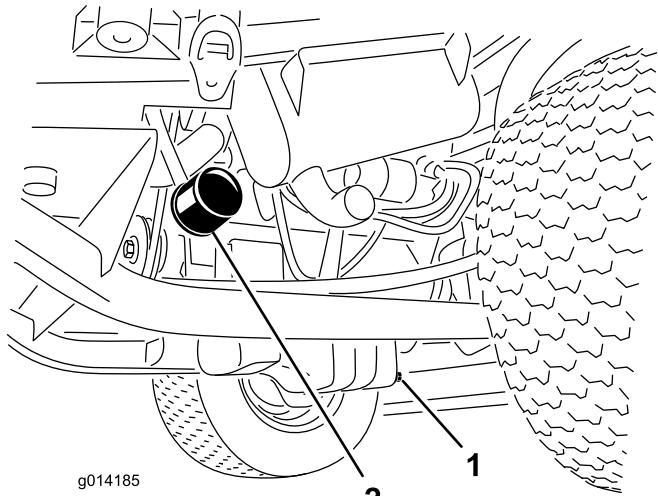

Figure 36
1. Retirez le bouchon de vidange (Figure 36) et laissez couler l'huile dans un bac de vidange.
3. Déposez le filtre à huile (Figure 36).